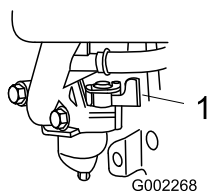

Figure 15
2. Ouvrez le robinet d'essence en tournant le levier vers la **droite** (Figure 15).